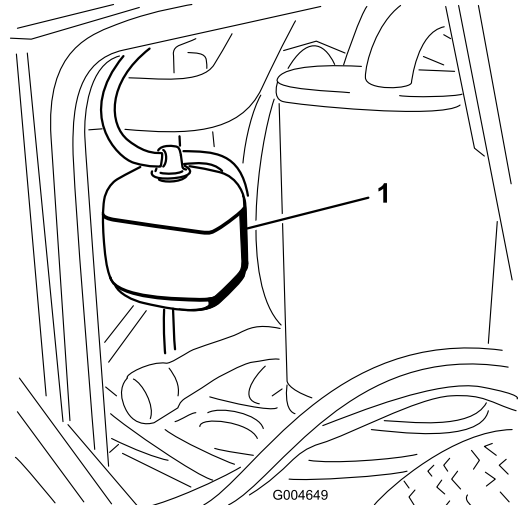

Figure 66
1. Vérifiez le niveau du liquide de refroidissement dans le vase d'expansion (Figure 66). Il doit se situer entre les repères qui figurent sur le côté du réservoir.